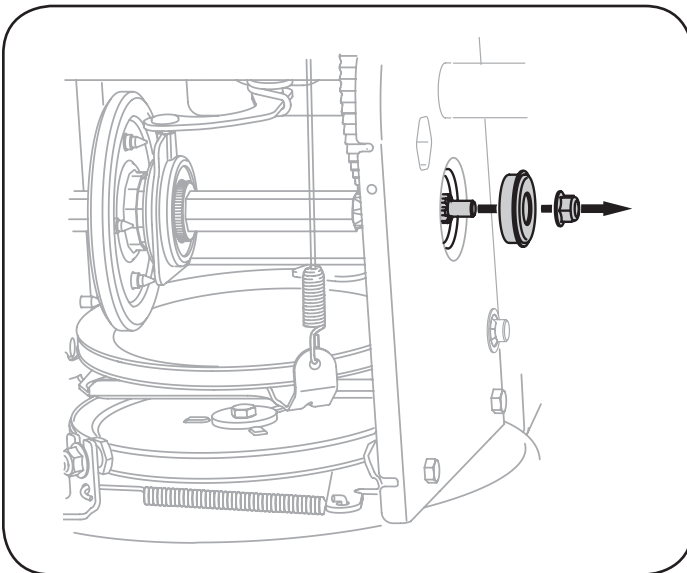

Figura 73
6. Retire con cuidado la tuerca hexagonal y la arandela que sujetan el eje hexagonal al marco de la máquina quitándole, y golpee suavemente el extremo del eje para desplazar el cojinete de bolas del lado derecho del marco. Vea la Figura 73.